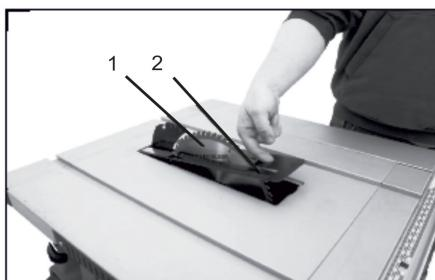

Рис. 25
2. Снимите отсекатель 2 (Рис. 25)